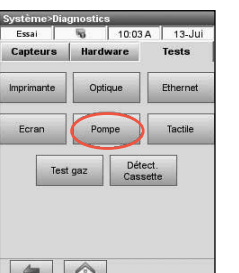

Figure 4: Gestionnaire de Système > Diagnostics > Tests > Pompe
2. Entrer **Pompe** (Figure 4) pour vérifier le moteur de la pompe. La pompe doit fonctionner en douceur, sans bruit excessif. Ce test de diagnostic vérifiera automatiquement toutes les étapes, à toutes les vitesses utilisées pendant le fonctionnement normal (7.5 à 120 tr/min), puis revient à l'onglet Diagnostics > Tests.